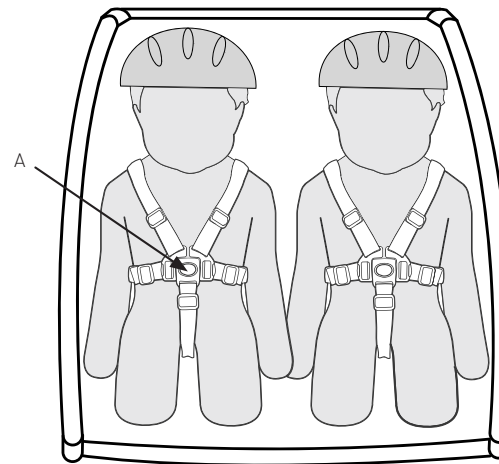

Figura 25
1. Antes de subir o bajar a los niños, coloque el freno de aparcamiento. Después de subirlos, coloque y ajuste los arneses. Fije las cintas para los hombros y para la cintura a la hebilla del arnés de 5 puntos y ajuste las cintas de modo que queden fijadas de forma segura (Figura 25). Apriete y ajuste los cinturones hasta adaptarlos de forma segura.